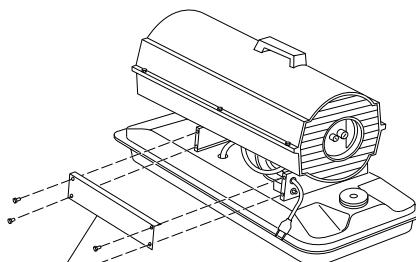

Abbildung 29 - Ausbau der Abdeckung
1. Mit dem 5/16-Zoll-Steckschlüssel die vier Schrauben der Seitenabdeckung entfernen (siehe Abbildung 29).